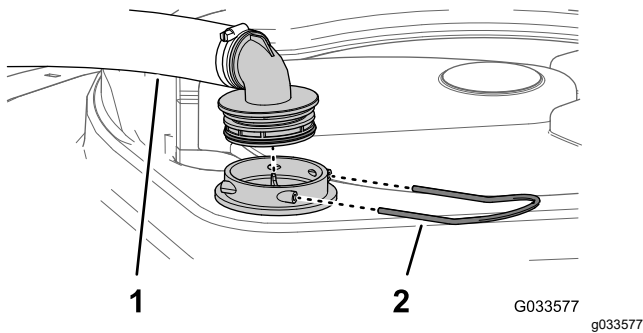

Bild 28
2. Nehmen Sie oben am Sprühbehälter den Halter ab, mit dem das Schlauchanschlussstück befestigt ist, das am dicken Schlauch und dem Filtergehäuse angeschlossen ist (Bild 28).
- Nehmen Sie den Schlauch und das Schlauchanschlussstück vom Filtergehäuse ab (**Bild 28**).